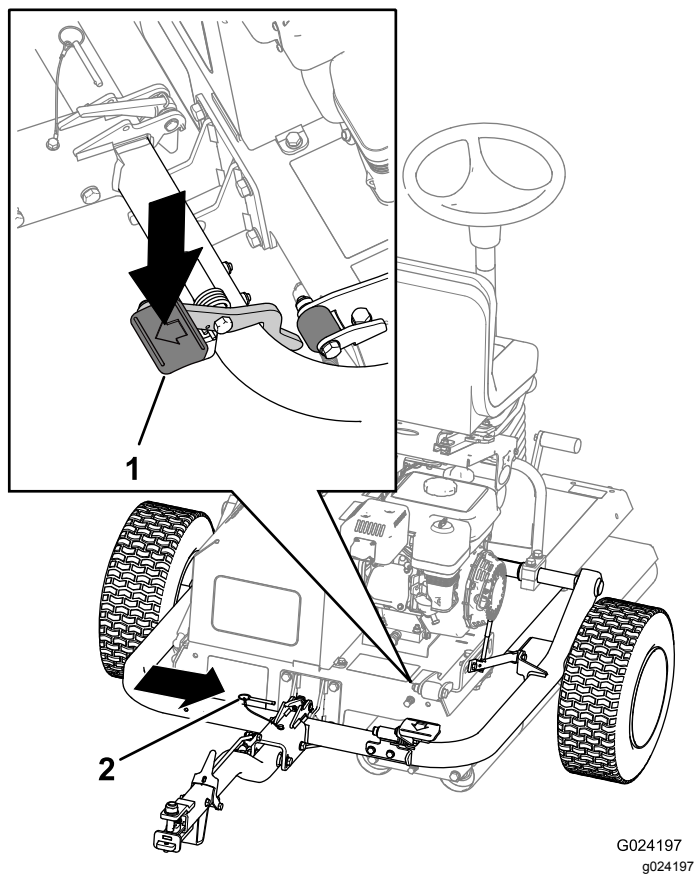

图8
6. 踩到挂钩踏板上直到挂钩锁入就位 图8。
7. 插入锁定销 图8。